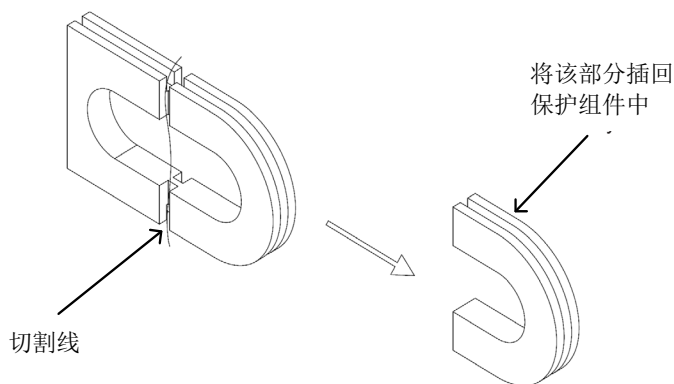
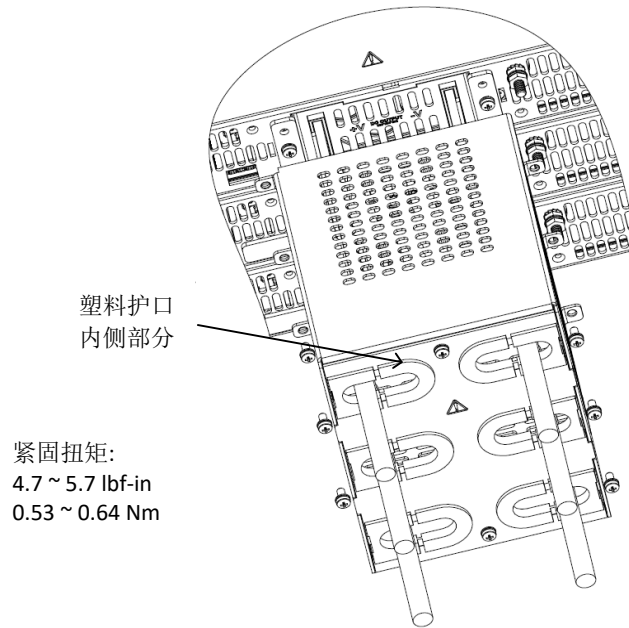

图 4-52: 塑料护口分离
图 4-68: 50V - 100V 导线保护盖安装
4. 拆下塑料护口，并通过切割桥接部分将每个塑料护口分成两部分，如图 4-52 所示。
5. 仅将指定部分插回保护组件中，如图 4-52 所示。
5. 使用 6 个 M3x6 Sems 螺钉将母线保护盖组装到电源的后面板上，如图 4-68 所示（所示为 15kW，也适用于 10kW。对于 10kW，只有 4 个螺钉）。
如果需要更粗的导线，请将塑料护口组件分开并仅安装内侧部分，请参见图 4-68 和图 4-52。